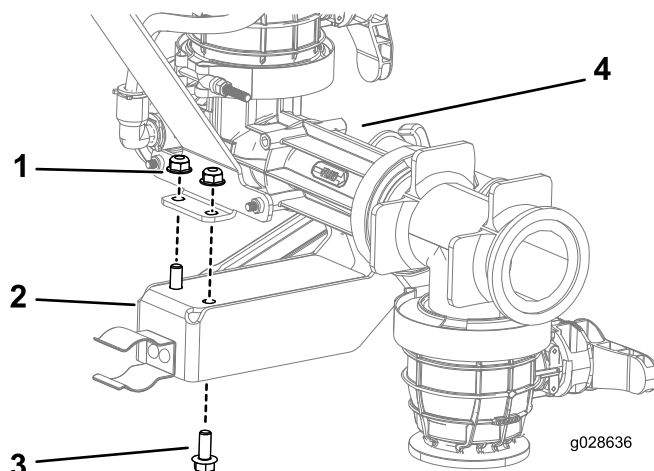

図 10
1. フランジボルト2本とフランジナット2個を使って、ハンドルをエダクタに取り付ける 図 10。
3. エダクタ・アセンブリの取り付けプレートについている穴を、クレードル・アセンブリのバックプレートの長穴に合わせる 図 10。